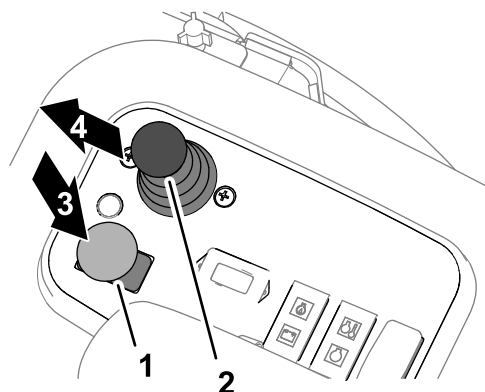

Figura 35
- Spostate l'interruttore della trasmissione dell'apparato di taglio in posizione di DISINNESTO (Figura 35).
- Utilizzate la leva di comando Abbassa-Tosa/Solleva per abbassare gli apparati di taglio (Figura 35),